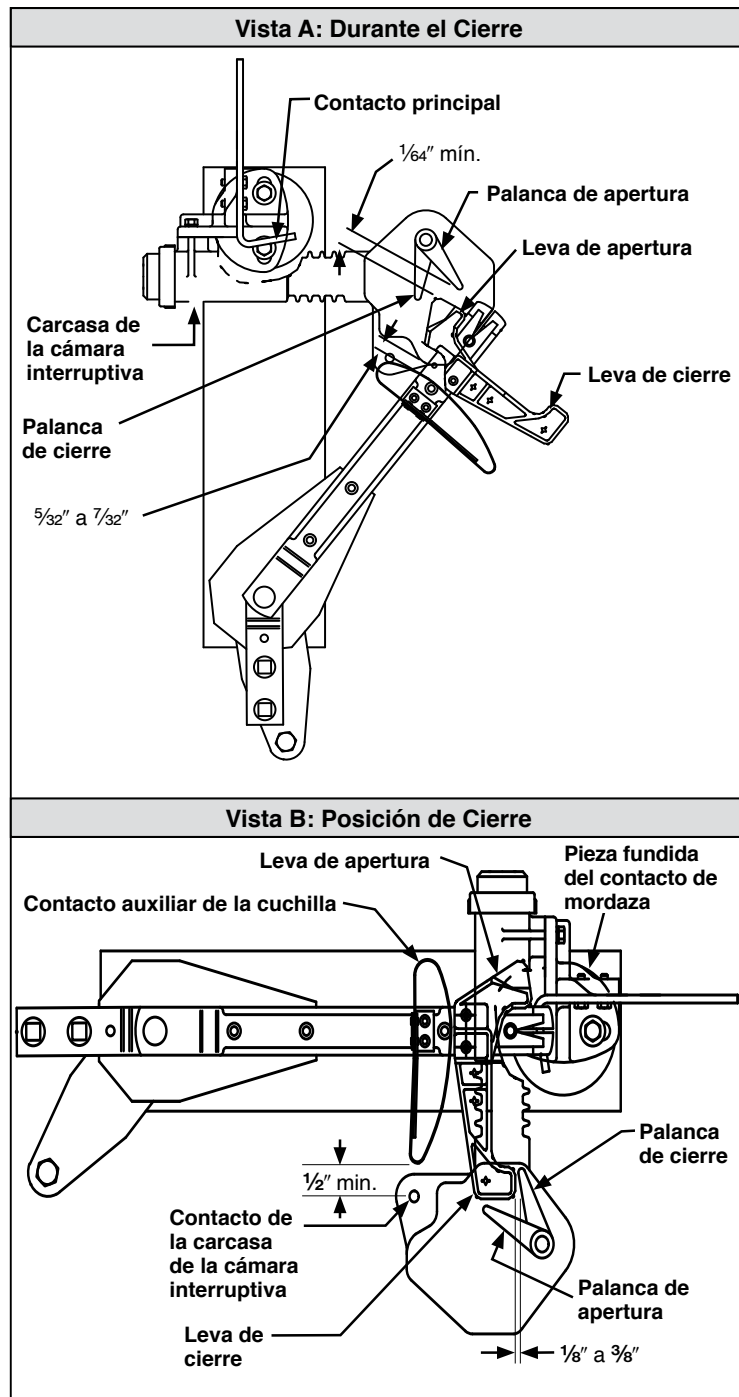

Figura 26. Puntos de verificación del funcionamiento de los interruptores con capacidad de 25 kV.
- Abra el interruptor y coloque la cuchilla en la posición que se muestra en la Figura 26, Vista A. Se deben cumplir las siguientes condiciones: